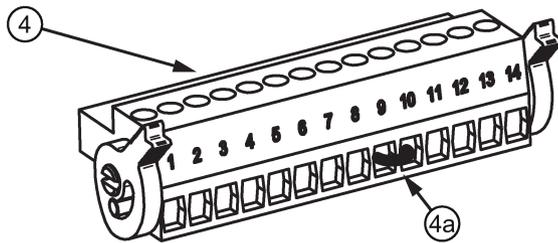

Bild 2-5 Signalstecker
Die Brücke (4a) (siehe Bild 2-5 Signalstecker (Seite 18)) zwischen Pin 9 und 10 ist notwendig um das Gerät im Pufferbetrieb zu betreiben.
Mittels Drahtbrücke auf dem Signalstecker ④ zwischen Pin 9 und Pin 10 (siehe Bild 2-5 Signalstecker (Seite 18)) wird der Pufferbetrieb ermöglicht/verhindert.